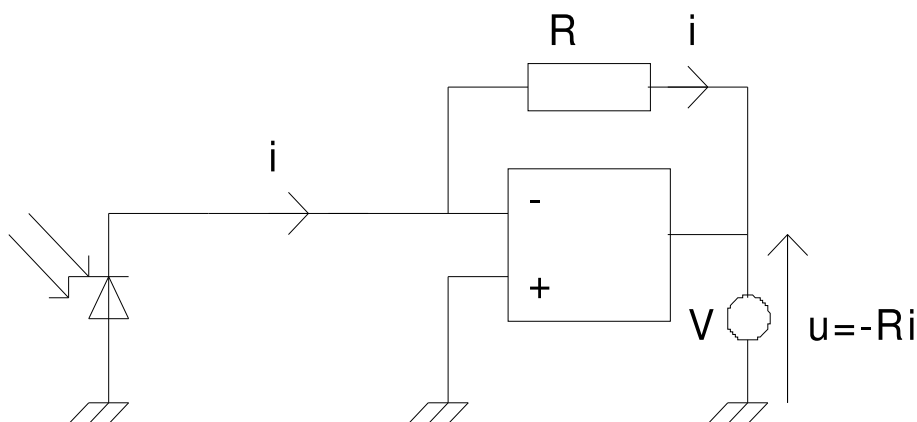

FIG. 7.4 – Schéma électrique du luxmètre .
- Dans le circuit à amplificateur opérationnel (AOP) de la figure 7.4, montrer que la tension de sortie u , mesurée par le voltmètre, est bien égale à $-Ri$.
- Réaliser le montage de la figure 7.4.